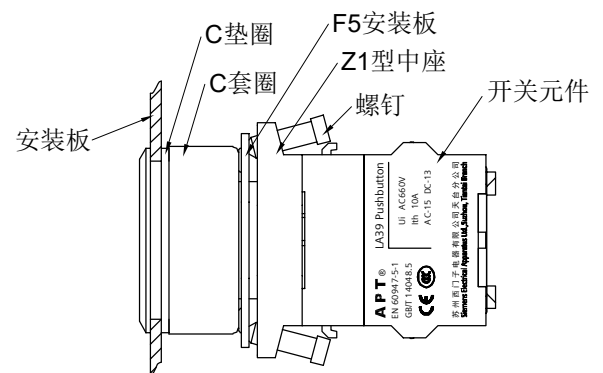

图2
- a. 安装板厚≤1.5mm时，C1-Y(S)型号装配图2所示2个C垫圈；